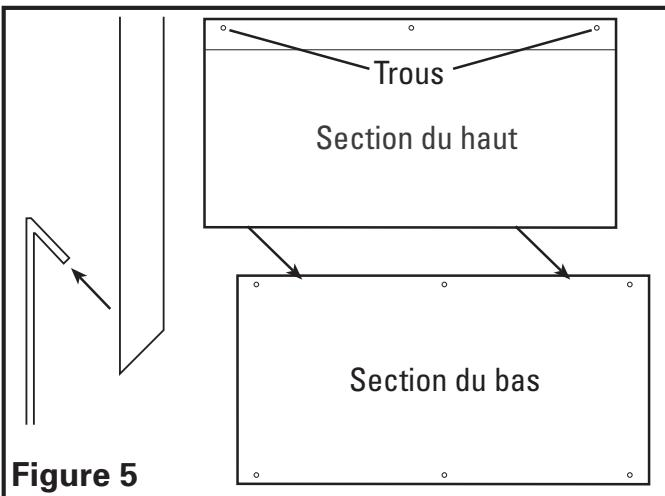

Figure 5
6. Soulever la section du haut en place en accrochant la bride de la section du bas dans le canal de la section du haut et centrer la section du haut en place. Une fois que la section du haut est exactement en place, marquer l'emplacement des trous (**Figure 5**).